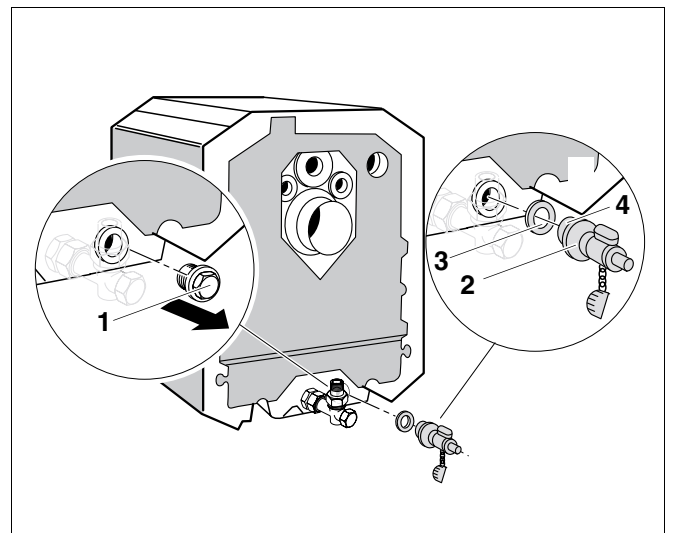

Fig. 20 Blindproppen fjernes.
- Fjern blindproppen R1 (fig. 20, **pos. 1**) på kedlen.
- Skub tætningen (fig. 20, **pos. 3**) på bundhanens gevind (fig. 20, **pos. 4**).
- Monter bundhanen (fig. 20, **pos. 2**) på kedlen.